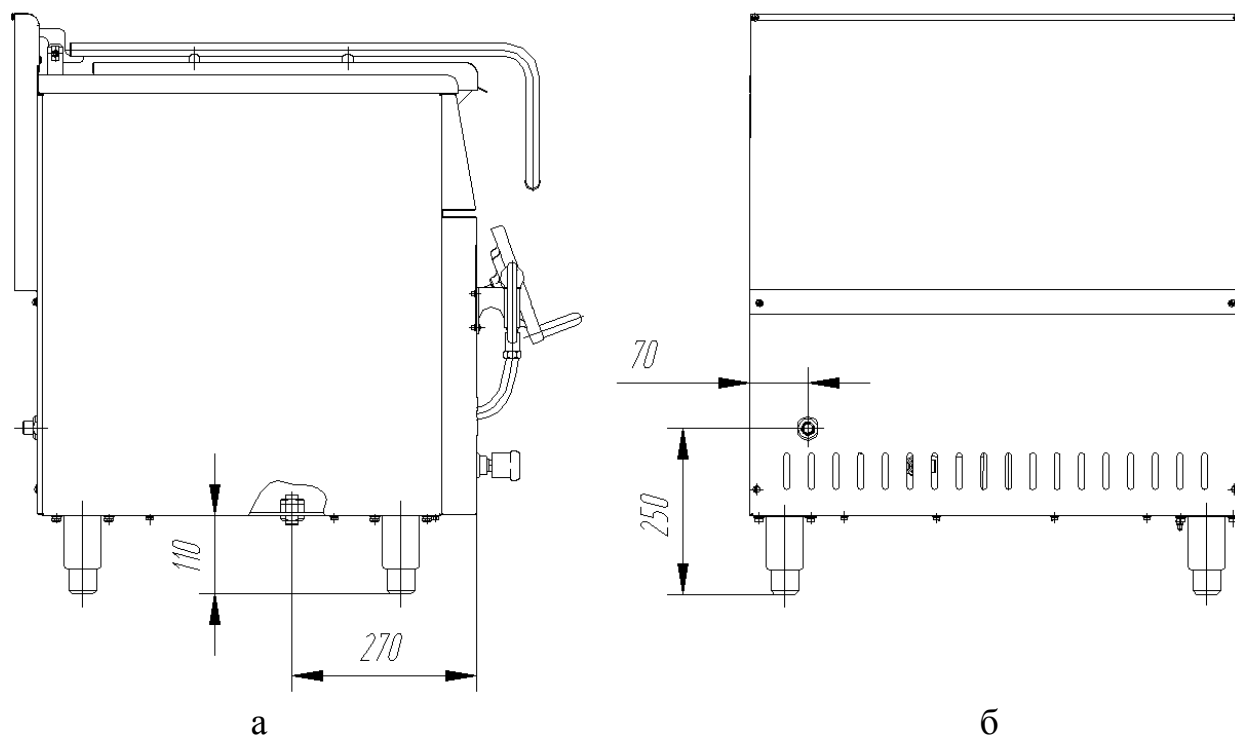

Рисунок 4
6.3.7 Подсоединить сковороду к сети бытового водопровода с помощью переходника, расположенного на задней стенке (размер соединения G1/2"), рисунок 4.